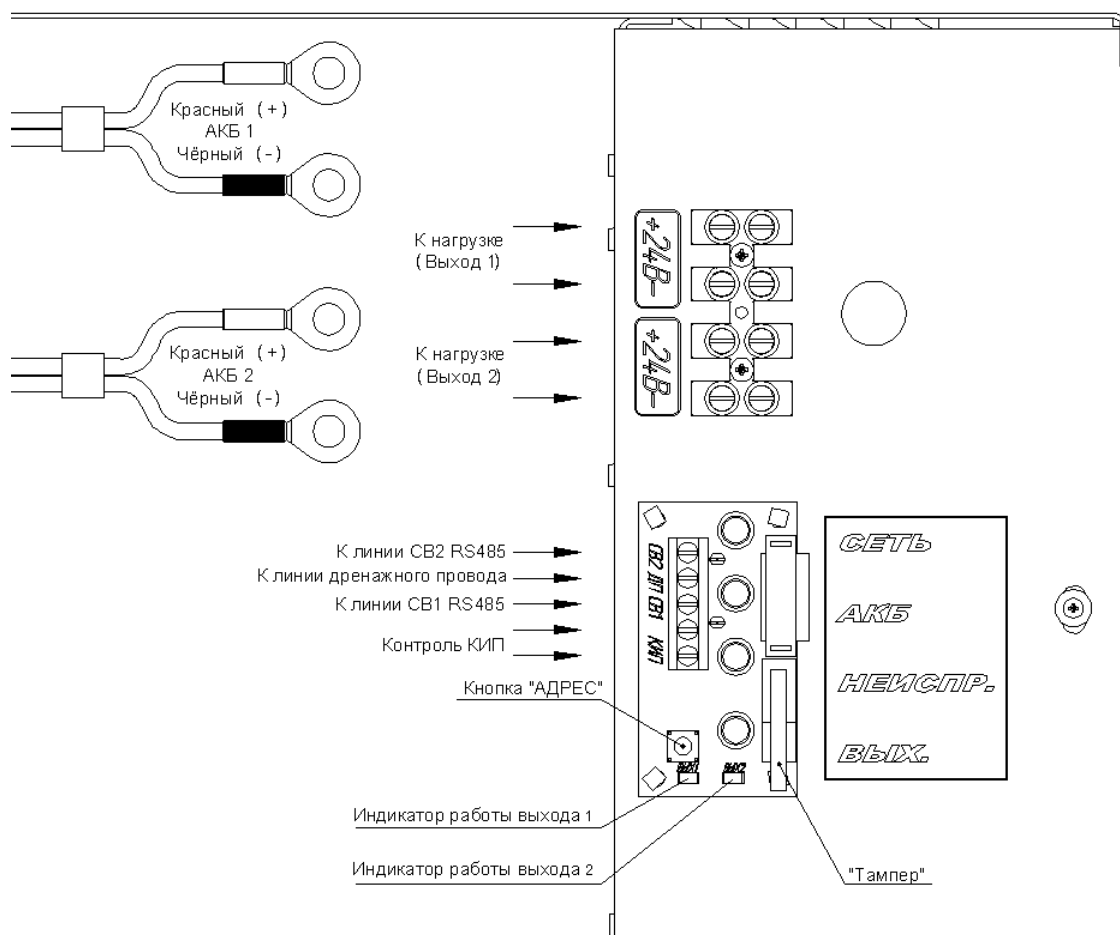

Рисунок 1
- установите аккумуляторы на посадочное место, выполните подключение нагрузки, шлейфа КИП и аккумуляторов согласно монтажной схеме (рис.1) строго соблюдая полярность подключения.
- если в системе используется шлейф КИП, то подключите его по монтажной схеме (рис.1);
- если в системе используется интерфейс RS485, то подключите его к клеммам “CB1” (B), “CB2” (A) (Рис.1). В случае если прибор, с которым осуществляется связь по RS485 не запитан от этого ИРПА, подключите клемму “ДП” к минусу питания прибора;